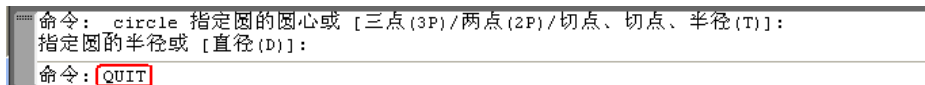

图 1-2 在命令行中输入“QUIT”命令
(1) 单击“应用程序”按钮，打开应用程序菜单，单击其中的“退出 AutoCAD”按钮。
(2) 在 AutoCAD 2012 窗口右上角位置处单击标题栏中的“关闭”按钮。
(3) 在命令窗口的当前命令行中输入“QUIT”或“EXIT”命令，如图 1-2 所示。